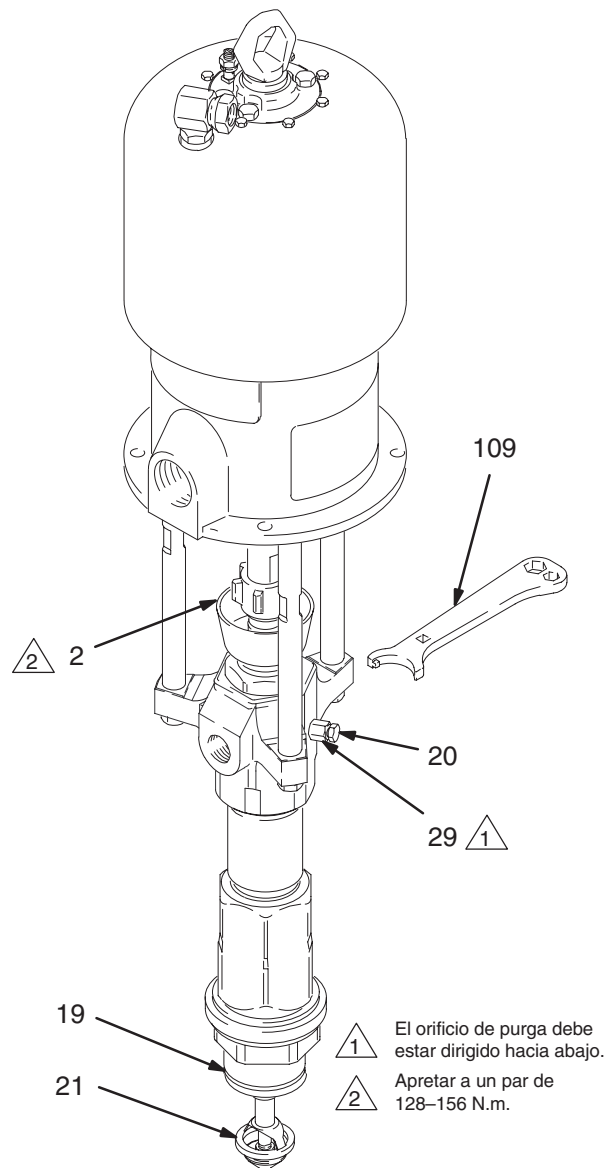

Fig. 5
Antes de comenzar, llene la tuerca prensaestopas (2) hasta un 1/3 de su capacidad con líquido de sellado (TSL) Graco o un disolvente compatible. Vea la Fig. 5.
4. Sujete firmemente una pieza metálica de la pistola/válvula (S) contra el borde de una cubeta metálica con conexión a tierra, y mantenga el mecanismo de disparo accionado.
8. Si resulta difícil cebar la bomba, abra ligeramente el tapón de la válvula de drenaje (20). Utilice el orificio de purga, situado en la parte inferior del cuerpo de la válvula (29) como una válvula de cebado hasta que el líquido comience a fluir por el orificio. Vea la Fig. 5. Cierre la válvula de drenaje.
- NOTA:** Cuando cambie los recipientes de fluido con la manguera y la pistola/válvula ya cebadas, abra la válvula de drenaje (20) para que asista en el cebado de la bomba y en la ventilación del aire antes de que entre en la manguera. Cierre la válvula de drenaje una vez que se haya eliminado todo el aire del sistema.
10. Utilice el regulador de aire (F) para controlar la velocidad de la bomba y la presión del fluido. Use siempre la menor presión de fluido necesaria para obtener los resultados deseados. Presiones más altas pueden desgastar prematuramente la boquilla/injector.